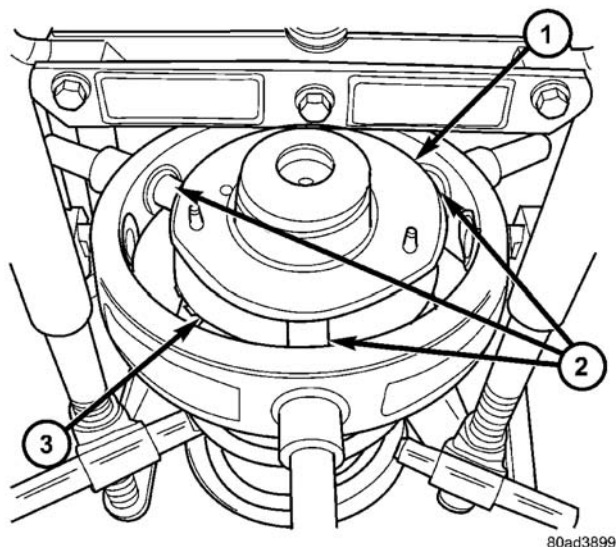
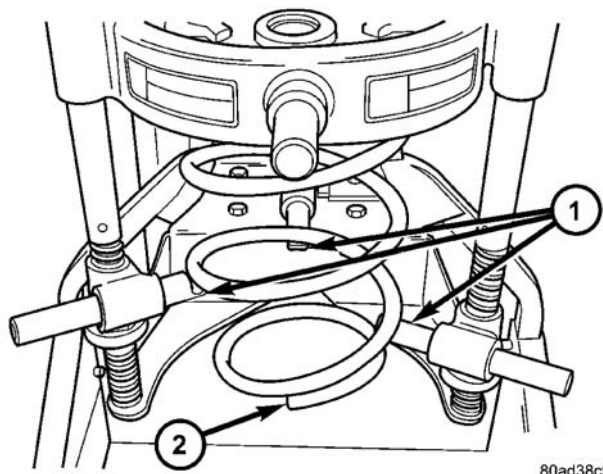
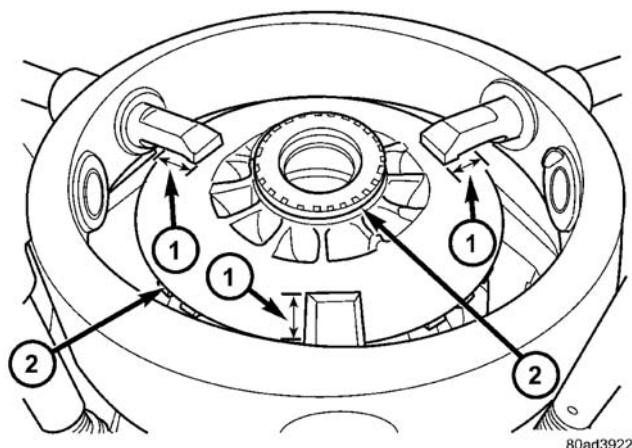

图 44 旋转支座并定位钩子
图 46 弹簧置于压缩器中（所示为右弹簧）
图 47 钩置于上座上
(1) 按照制造商的说明书，将滑柱总成置于滑柱螺旋弹簧压缩器中。先将下部钩放到螺旋弹簧上。应将滑柱 U 形支架直接置于压缩器向外的位置。
(2) 如图所示（图 44），向压缩器的内侧转动滑柱总成的上支座，以便定位压缩器上部钩。将上部钩置于螺旋弹簧上座的顶部，距座的外径大约 1 英寸（图 47）。**不得让钩更靠近边缘。**在螺旋弹簧的下端放一个夹子，以便在卸下了滑柱轴螺母时，滑柱可以保持在位。
(3) 压缩螺旋弹簧直至去除上支架的所有螺旋弹簧张力。
(4) 在滑柱轴锁紧螺母（图 46）上安装滑柱螺母套筒（专用工具 6864）。然后，在滑柱轴端部的六角头上安装 10 mm 套筒。在固定住滑柱轴不让它转动的同时，从滑柱轴上卸下螺母。
(5) 从滑柱轴上卸下上支座。
(6) 若枢轴轴承需要维修，将其从螺旋弹簧上座的顶部直接拉起并卸下。
(7) 从螺旋弹簧的底部卸下夹子，从螺旋弹簧的底部将滑柱卸下。
(8) 将压缩器的力完全退回，释放螺旋弹簧的张力。推回压缩器的上部钩，卸下上弹簧座以及上弹簧减震垫。
(9) 从弹簧压缩器上卸下螺旋弹簧。
(10) 直接从上面拉出滑柱轴，将防尘罩和缓冲块作为一个总成从滑柱轴上卸下。防尘罩只有从滑柱轴上卸下之后，才能与缓冲块分离。
(1) 按照制造商的说明书，将螺旋弹簧置于压缩器下钩中。弹簧相对滑柱（安装后）的正确定位是必要的。当把螺旋弹簧置于压缩器中时，要考虑下列情况：从上面看，压缩器的后部要在 12 点钟位置；站在机器前面时，应在 6 点钟的位置。对于左右弹簧，下螺旋弹簧端部都要置于 6 点钟位置（图 46）。
(2) 将上座和上减震垫安装在螺旋弹簧的顶部。放置时上座周边中的凹口要朝向压缩器的前部（同第 1 步中的 6 点钟位置）。
(3) 将上钩置于螺旋弹簧上座的顶部，并超过上座外径大约 1 英寸（图 47）。这样就为上座安装留出了合适的间隙，而不会夹住两件之间的钩子。**不要让钩更靠近边缘。**
(4) 将螺旋弹簧压缩到足以安装滑柱。